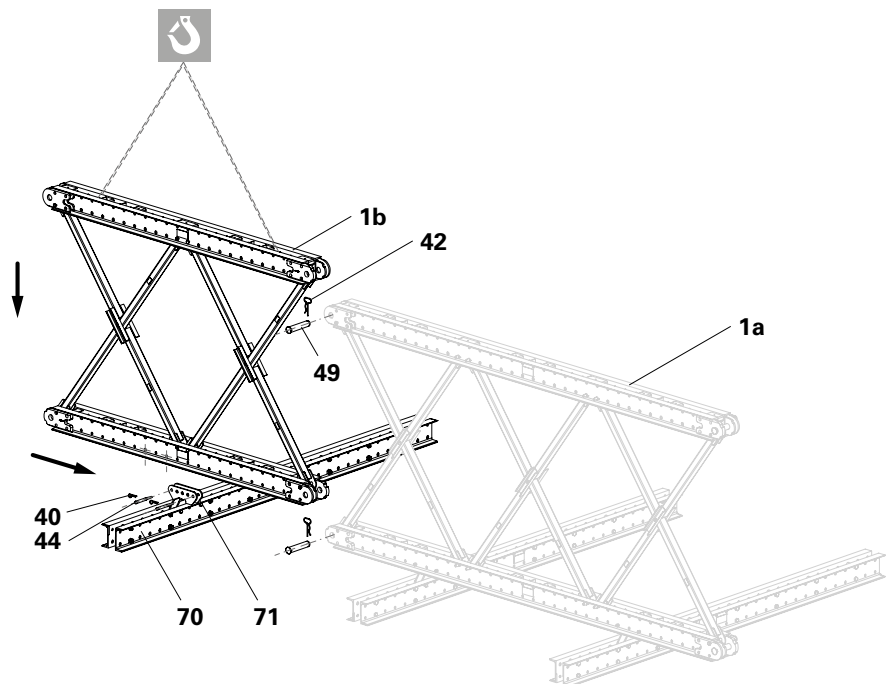

Fig. A1.06
1. Posare la successiva guida di ripresa accanto al primo telaio standard. La guida di ripresa deve trovarsi il più vicino possibile sotto il baricentro del secondo telaio standard (1b). (Fig. A1.06)
3. Con la gru posizionare il successivo telaio standard (1b) sopra il connettore a croce e posarlo sulla guida di ripresa. (Fig. A1.06)